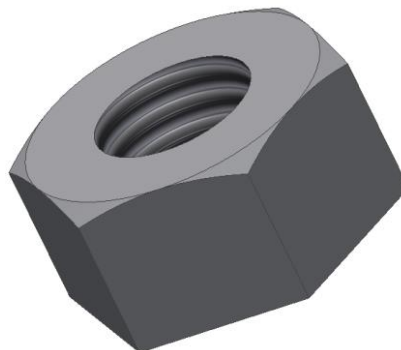

Рис. 3.27. Тонированное изображение
13. Перейдите в тонированный стиль отображения (рис. 3.27).